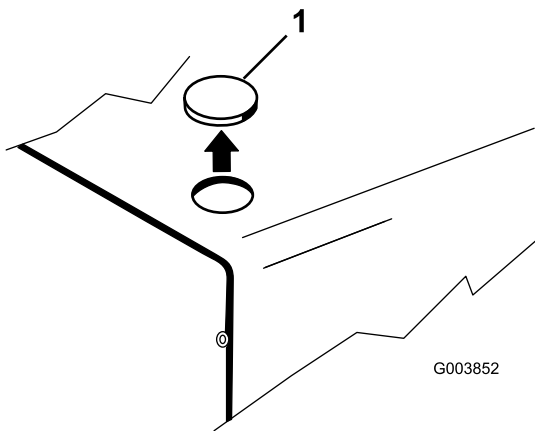

Bild 3
1. Nehmen Sie den Stöpsel aus dem Loch an der linken Seite vorne an der Motorhaube heraus (Bild 3).